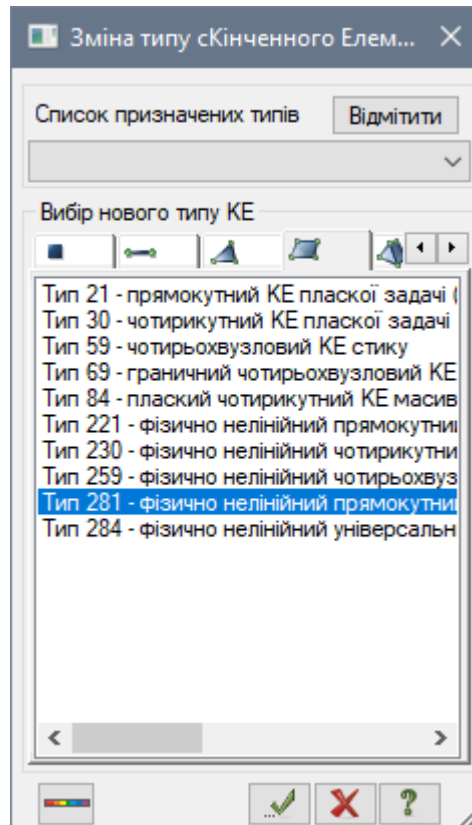

Рис. 10.4. Діалогове вікно **Зміна типу скінченного елемента**
- Натиснувши на кнопку  – **Зміна типу КЕ** (панель **Схема** на вкладці **Розширене редагування**) відкрийте діалогове вікно **Зміна типу скінченного елемента** (рис. 10.4).